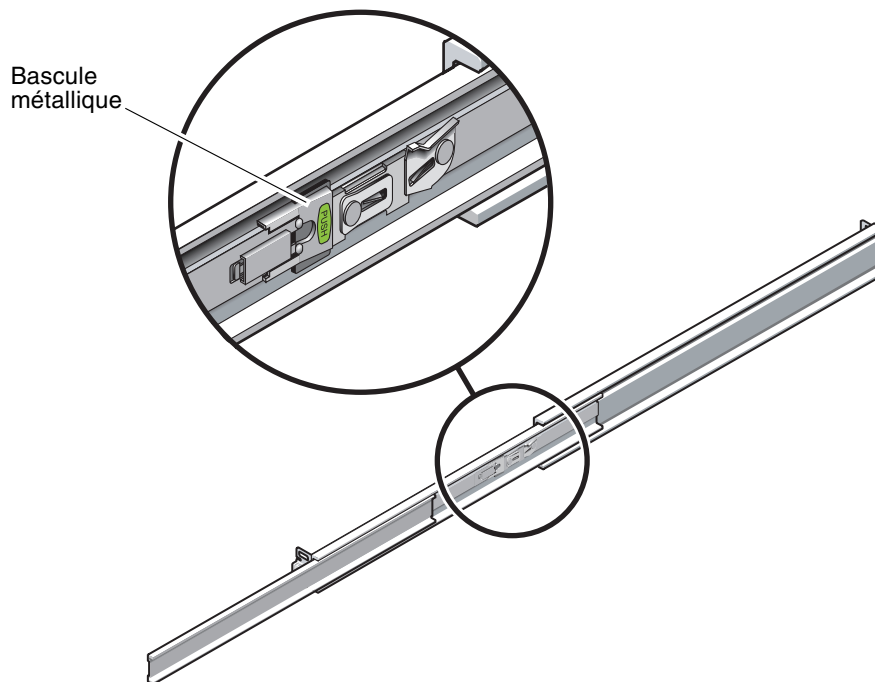

FIGURE 2-26 Déverrouillage des arrêts des bascules des rails coulissants
5. Une fois le serveur complètement étendu, relâchez les arrêts des bascules des rails coulissants (FIGURE 2-26).